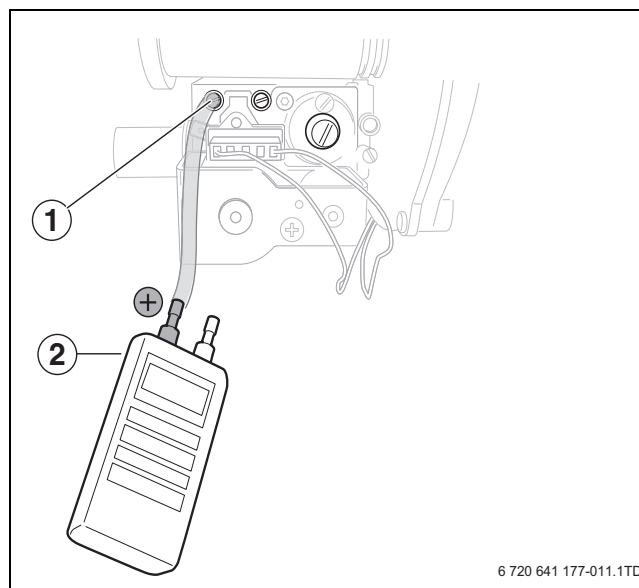

Рис. 61 Проверка подаваемого давления газа
- Снимите заглушку с регулировочного винта соотношения газ-воздух (→ рис. 61, [1]).
- Отрегулируйте соотношение газ-воздух регулировочным винтом (→ рис. 61, [1]).